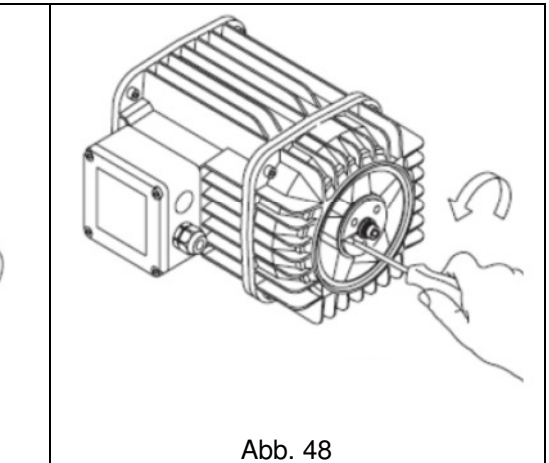

Abb. 48
5. Den Ring durch das Lösen der Blockieren vom Klotz ziehen; falls erforderlich mit einem Schraubenzieher in die Kerbe drücken (Abb. 48);